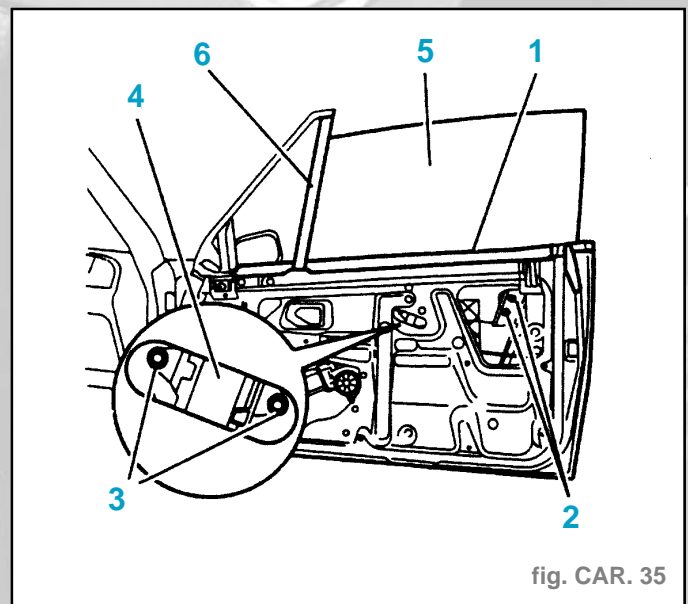

fig. CAR. 35
- Déposer (fig. CAR. 35) :
- les joints (1) lécheurs intérieur et extérieur,
- les fixations (2) et (3),
- la plaque (4),